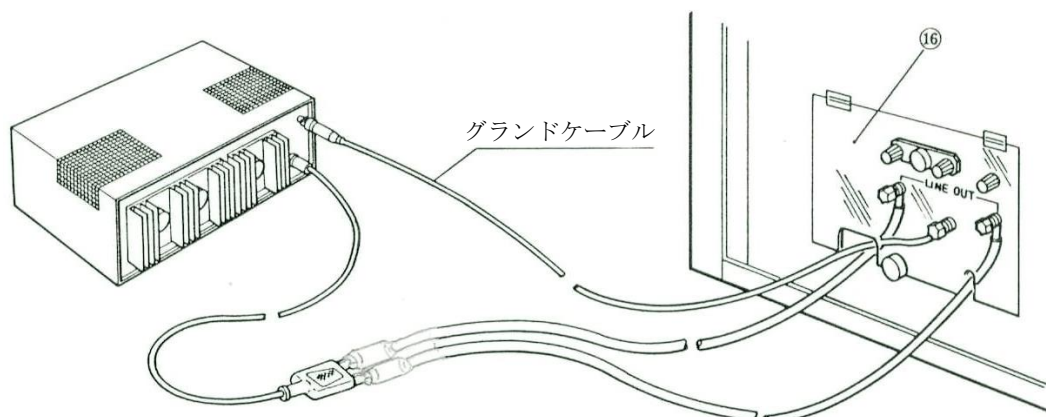
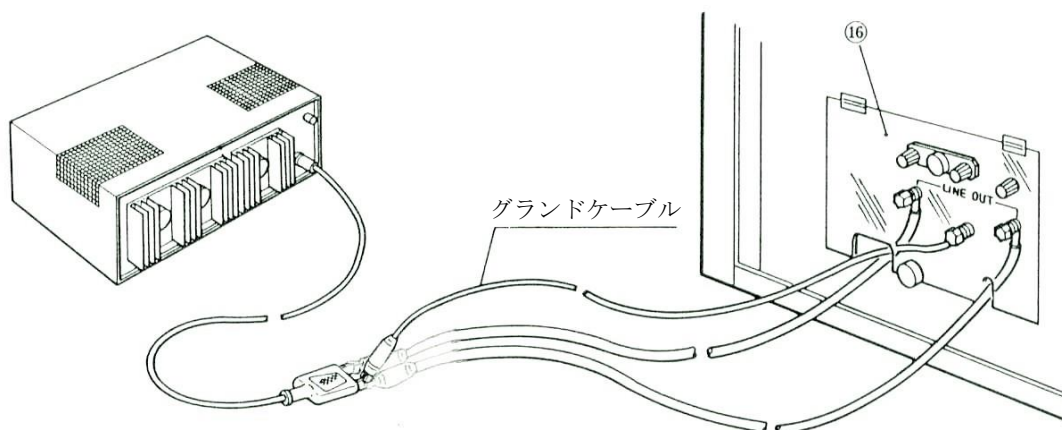

図 15
図 16
4. LINE 入力端子⑲に添付品の単相用ライン入力ケーブルのコンネクター側を接続し、圧着端子側を AC ライン供給源へ繋がます。
5. コモン・モード試験を実施する場合は、重畳切替部⑯の LINE OUT 端子と供試体を添付品の AC アウトケーブルで図 15 のように接続します。G 端子は、添付品のグラウンドケーブルで供試体の G 端子、または FG に接続します。
6. ノーマル・モード試験を実施する場合は、図 16 のように重畳切替部⑯の LINE OUT 端子と供試体を添付品の AC アウトケーブルで接続します。G 端子は、添付品のグラウンドケーブルで供試体のサージ印加相とは逆の相（例：R 相にサージを印加する場合は S 相）に接続します。
4. LINE 入力端子⑲に添付品の単相用ライン入力ケーブルのコネクター側を接続し、圧着端子側を AC ライン供給源へ繋がします。
5. コモン・モード試験を実施する場合は図 15、ノーマル・モード試験を実施する場合は図 16 のように、重畳切替部の各端子と供試体を添付品の AC アウトケーブルとグラウンドケーブルで接続します。
6. LINE ON ブレーカー⑰をオンにします。(LINE ON ランプ⑱点灯)